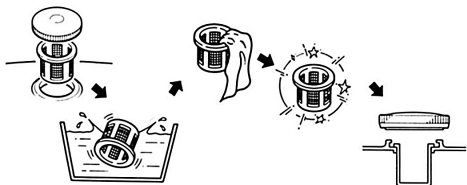

Рис. 17 Обслуживание фильтра топливного бака
Топливный фильтр (2), установленный в горловине бака, проверяйте при каждой заправке бака топливом. При необходимости вынимайте сетчатый фильтр из бака и производите его очистку (Рис. 17).